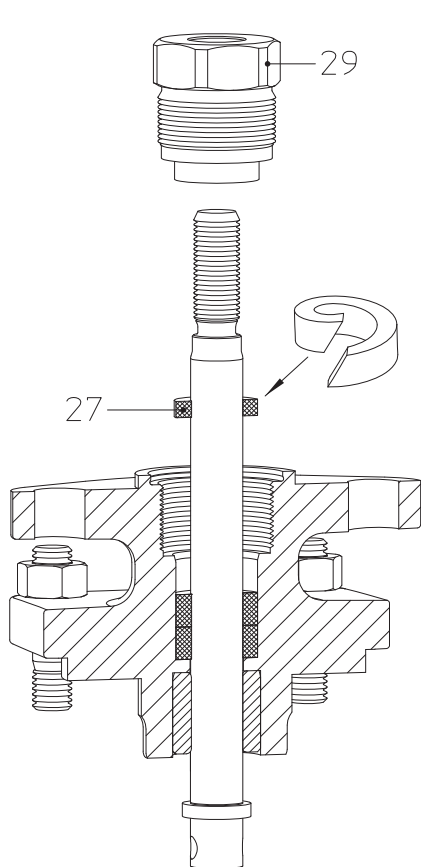
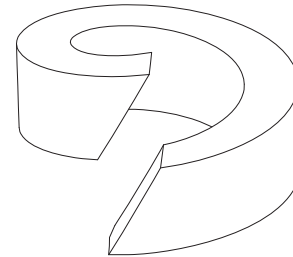

Bild 10: Stopfbuchspackung DN15-100
Bild 13: geteilter Packungsring
- Neuen Packungsring (Pos. 27) einlegen, Einbau gemäß Darstellungen Bild 10 - Bild 13.
Wird ein geteilter Packungsring verwendet, ist beim Zuschneiden auf einen schrägen Schnittverlauf gemäß Darstellung Bild 13 zu achten.